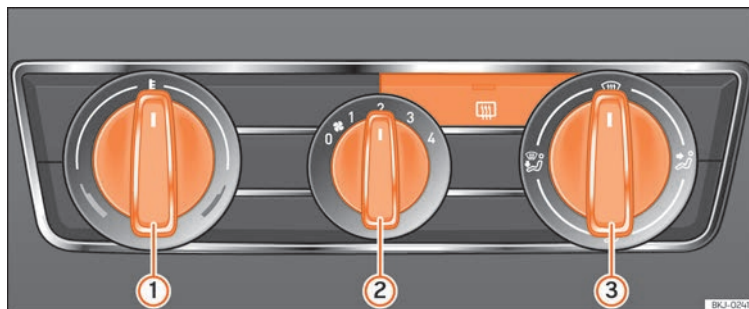

Fig.170 Mandos de la calefacción en el tablero de instrumentos.
- Gire el regulador de temperatura » » fig. 170 ① hacia la izquierda.
- Coloque el mando del ventilador ② en uno de los niveles 1-4.
- Dirija la corriente de aire con el mando regulador de la distribución de aire ③ hacia la zona que desee.
- Gire el regulador de la temperatura » » fig. 170 ① hacia la derecha hasta alcanzar el grado de calefacción deseado.
- Gire el regulador de la temperatura » » fig. 170 ① hacia la derecha hasta el nivel máximo de calefacción.
- Gire el mando del ventilador ② hasta el nivel 4.
- Gire el regulador de temperatura » » fig. 170 ① hacia la zona de calefacción.
- Coloque el mando del ventilador ② en uno de los niveles 2-3.